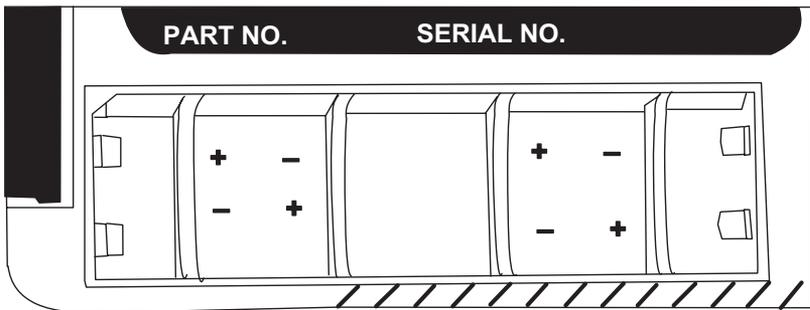

Figure 3-1. Remplacement des piles
3. Insérez quatre piles alcalines AA neuves. Assurez-vous que les piles sont bien disposées, tel qu'indiqué par les signes + et - dans le compartiment des piles. (Voir Fig. 3-1).